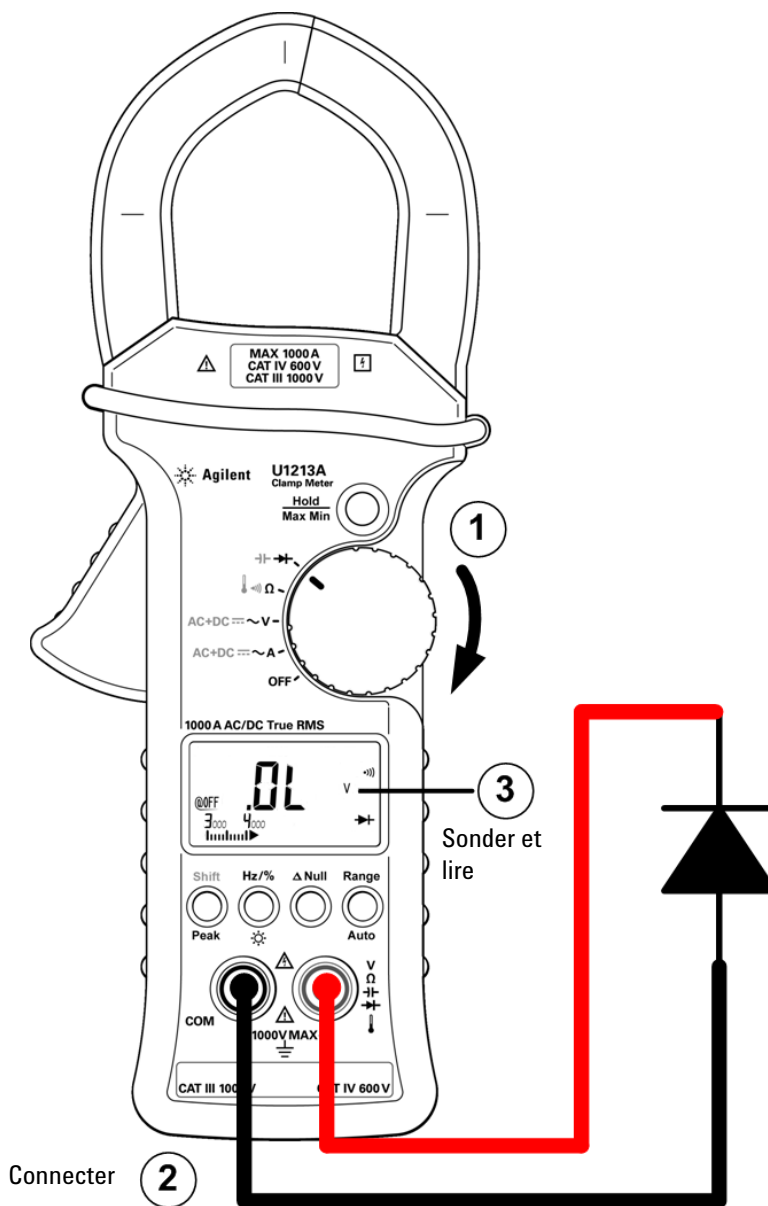

Figure 2-6 Mesure de la diode (polarisation inverse)
- 4 Inversez les sondes et mesurez à nouveau la tension aux bornes de la diode (voir Figure 2-6 à la page 27). Évaluez la diode selon les critères suivants :